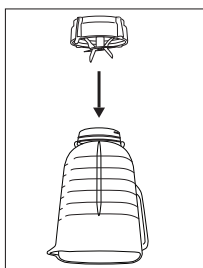

Figura 3
4. Inverta a jarra de modo que a abertura pequena fique para cima (Figura 3).
3. Coloque o conjunto da lâmina integrada com a base com rosca da jarra sobre o anel de vedação e a jarra (Figura 3). Gire no sentido horário enquanto empurra para baixo para apertar.